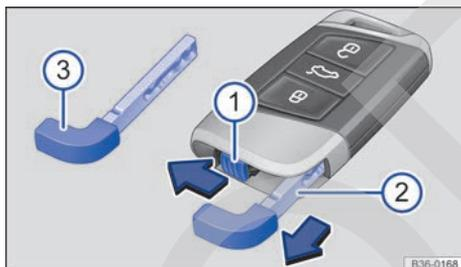

Fig. 73 Llave del vehículo: desbloqueo de la llave de emergencia.
Leyenda de la **fig. 73**:
- ① Desplazar el bloqueo en el sentido de la flecha.
- ② Extraer la llave de emergencia en el sentido de la flecha.
- ③ Desbloquear o bloquear el vehículo con la llave de emergencia.
Dentro de la llave del vehículo hay una llave de emergencia → **fig. 73** ③ para desbloquear y bloquear el vehículo manualmente.